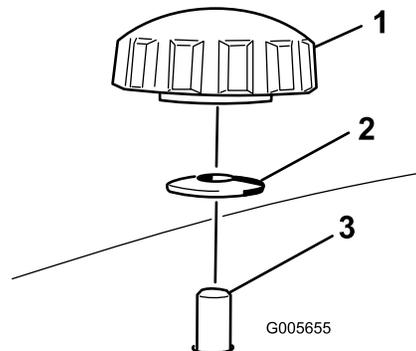
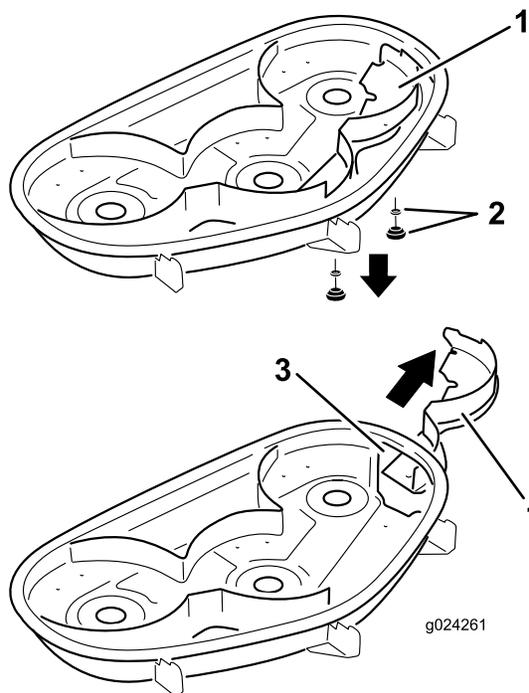

Figura 23
Figura 24
- 4. Togliete le 2 manopole e le rondelle curve che fissano il diaframma destro al tosaerba (**Figura 23**).
- 5. Togliete il diaframma destro e abbassate il deflettore dell'erba sull'apertura di scarico come illustrato nella **Figura 23** e **Figura 24**.
- Infilate il diaframma destro sotto il piatto di taglio e fissate utilizzando le 2 manopole e le rondelle curve (lato concavo verso il tosaerba) come illustrato nella Figura 23 e Figura 24.